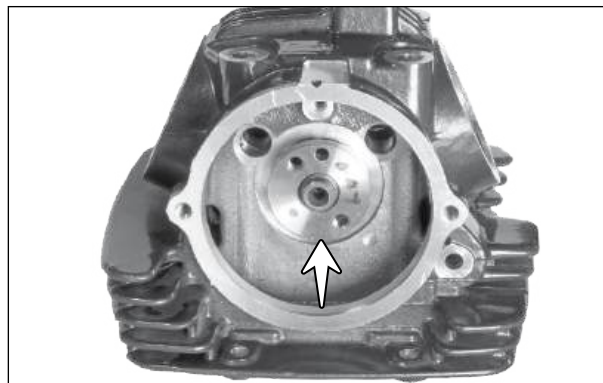

Fig. 3.52
- Remova o conjunto da árvore do comando de válvulas (seta) do cabeçote. (Fig. 3.52)